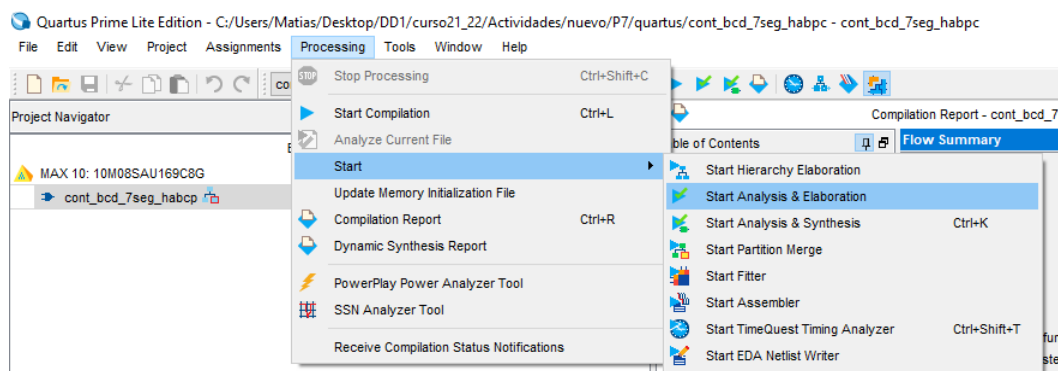

Figura 12: Inicio del análisis y elaboración en el menú de procesamiento
1. Inicie el proceso de análisis y elaboración, seleccionando en el menú “Processing” los elementos “Start” y “Start Analysis & Elaboration” (Figura 12).